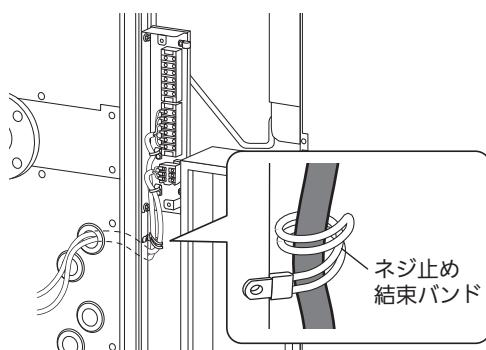

図 24
- ⑤ 端子台ボックスの下にネジ止め結束バンドを使用して、外部入出力線を固定してください。（図 24）